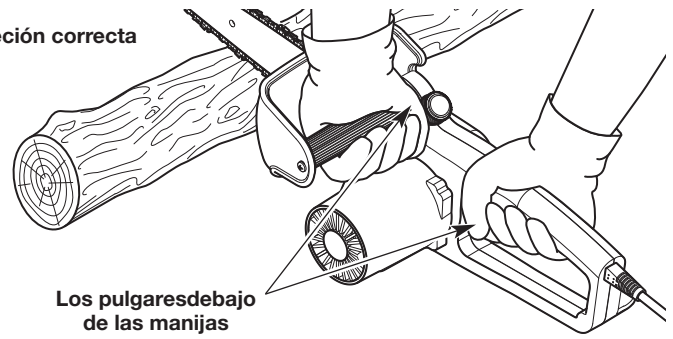

Fig. 10
- Rodee firmemente las manijas y/o la pértiga con los pulgares y dedos de la mano (Fig. 10). Esto reducirá la posibilidad de perder el control de la unidad en caso de que se produzca un retroceso. Cualquier sujeción con los pulgares y dedos de la mano en el mismo lado de las manijas y/o la pértiga es peligroso (Fig. 11).